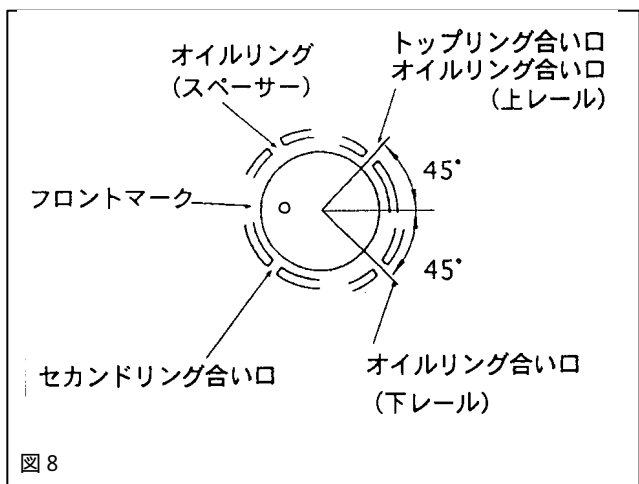

図8
- 6 . 2 図8のようにピストンリングの合い口が重ならないように、位置を合わせてください。